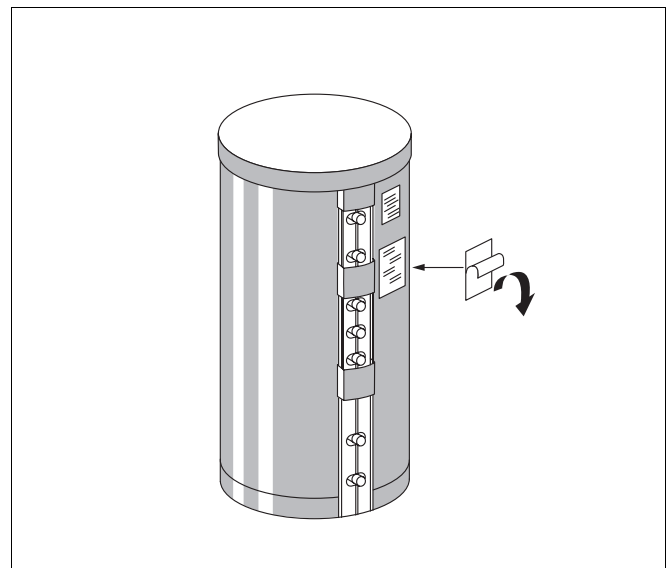

Abb. 9 Typenschild anbringen
- Schutzfolie von Typenschildrückseite abziehen und das Typenschild unter dem bereits bestehenden kleineren Typenschild aufkleben (Abb. 9).